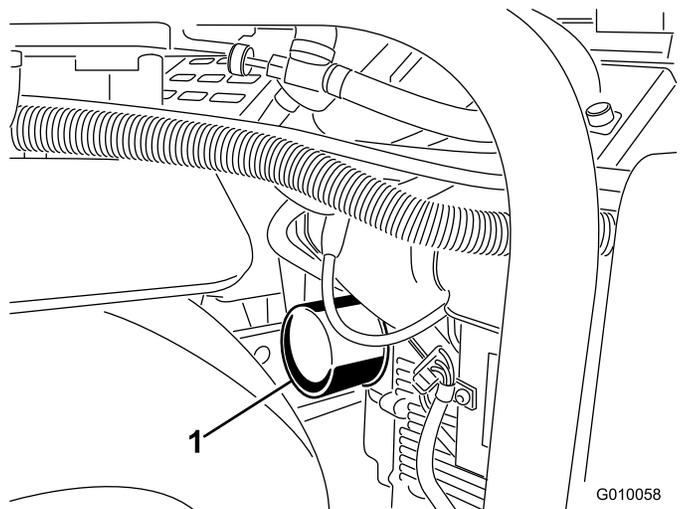
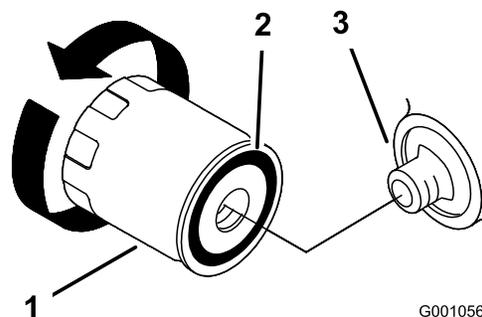

Figura 48
Figura 49
5. Coloque um recipiente pouco profundo ou um pano debaixo do filtro para apanhar o óleo (Figura 48).
6. Remova o filtro de óleo antigo (Figura 48 e Figura 49) e limpe a superfície da junta do adaptador do filtro.